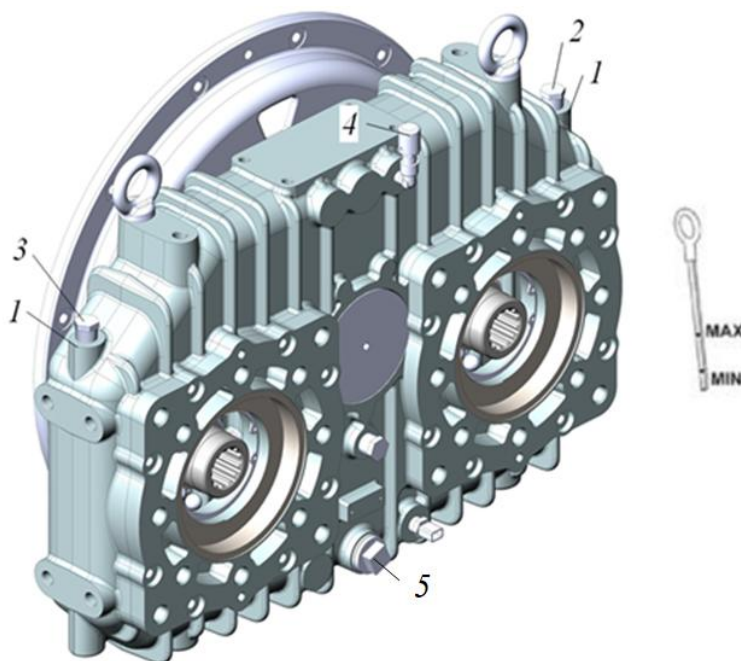

Рисунок 5.65. Раздаточная коробка
- Извлечь измерительный щуп 3 из раздаточной коробки, рис. 5.65.
- ▶ Извлечь измерительный щуп 3 из раздаточной коробки, рис. 5.65.
- ▶ Открутить колпачок с маслосливной пробки 5, рис. 5.65, навинтить маслоспускной рукав на пробку и слить масло в приготовленную емкость.
- ▶ Через горловину 1, рис. 5.65, заправить свежим маслом раздаточную коробку, заправочный объем проконтролировать по измерительному щупу.